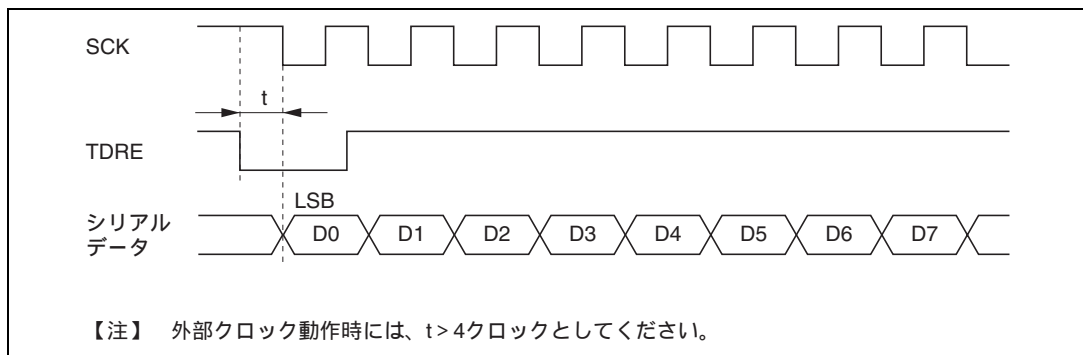

図 15.24 DTC によるクロック同期式送信時の例
- (a) 同期クロックに外部クロックソースを使用する場合、DTC による TDR の更新後、 $\phi$ クロックで 5 クロック以上経過した後に、送信クロックを入力してください。TDR の更新後 4 クロック以内に送信クロックを入力すると、誤動作することがあります (図 15.24)。